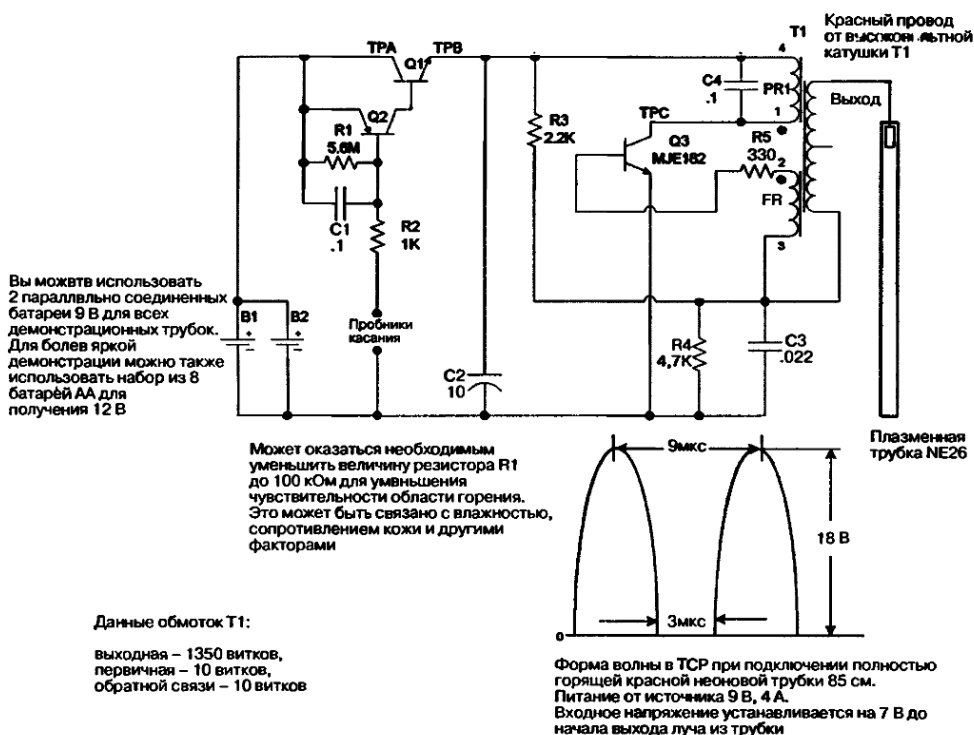

Рис. 21.2. Принципиальная схема плазменного светового меча
Система использует высокочастотный плазменный источник питания высокого напряжения, который требует только один электрод или внешний емкостной электрод для подачи питания на вход трубки демонстрации плазменного разряда (рис. 21.2). Внешний емкостной эффект значительно уменьшает стоимость изготовления этой плазменной трубки, поскольку не требуется внутреннего электрода или уплотнения перехода «стекло – металл». Также исключаются все заземления или электрические обратные провода, необходимые в обычных системах.
Генератор получает питание от батарей В1 и В2. Ток базы транзистора Q3 ограничивается резистором R4, база смещается в область проводимости резистором R3. Конденсатор C3 фильтрует низкочастотные помехи частотой около 100 Гц. Частота генератора на Q3 определяется резонансом параллельного контура, образованного индуктивностью первичной обмотки PR1 и емкостью накопительного конденсатора C4. Она составляет 110 кГц (соответственно период повторения равен 9 мкс (см. рис. 21.2)).
7. Установите диапазон амперметра 300–400 мА и при необходимости измените полярность. Установите контакт между (+) и (–) проводами клавиш. Неоновая трубка полностью загорится, и амперметр покажет ток 300 мА. Пожалуйста, обратите внимание на тестовые точки (см. рис. 21.2), если вы испытываете сложности при настройке. Объяснения даны в разделе, касающемся дополнительных тестовых точек.
Устройство на основе красной неоновой трубки длиной 90 см может потребовать питания 12 В, которые можно получить с помощью восьми элементов АА для полного включения устройства. Вы также можете использовать две ячейки ААА, последовательно соединенные с установленными двумя батареями 9 В. Соединения показаны выше (см. рис. 21.2). Этот подход обеспечивает соответствие с указанными рукоятками для фотовспышек. Тщательно проверяйте температуру корпуса теплоотвода для Q3. Теплоотвод не должен сильно греться, в противном случае выключите и проверьте устройство.